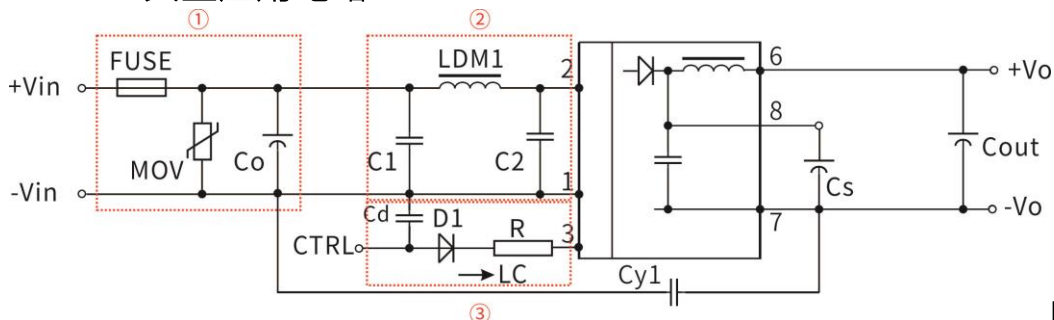

图 3
② 图 3 中第①部分用于 EMS 测试; 第②部分用于 EMI 滤波, 可依据需求选择;
②  $V_c$  为 Ctrl 端相对于输入地 GND 的电压,  $V_d$  为 D1 的正向导通压降,  $I_c$  为流入 Ctrl 端的电流, 一般取 5-10mA, Ctrl 端外围电路如图 3-③;
③若图中元器件无附其参数说明, 则此型号外围中不需要这个元器件。